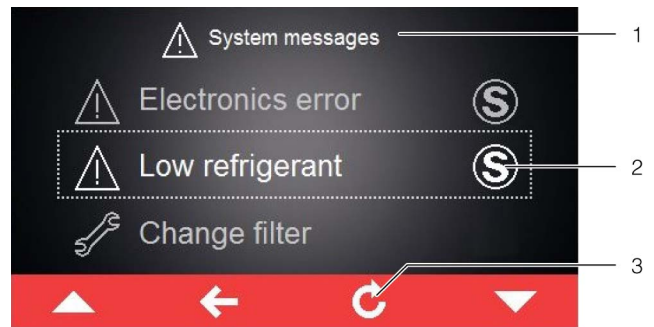

Bild 46: Bildskärm med felmeddelanden
Om ett felmeddelande föreligger, som inte kan åtgärdas av operatören själv och inte återställs av sig självt, visas bakom felmeddelandet samt i manöverpanelen bredvid symbolen för systemmeddelanden symbolen "Service" (bild 46, pos. 2).